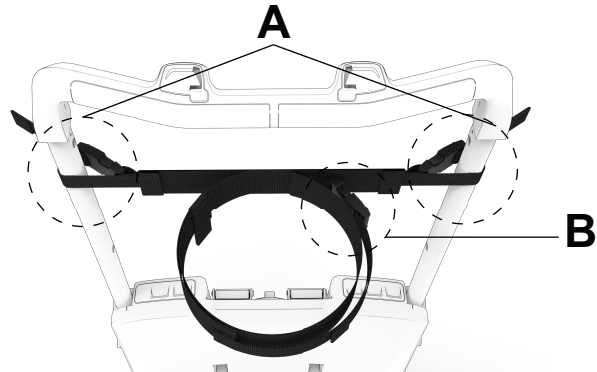

Figura 30 – Ligue as fivelas de libertação lateral
1. Enrole as correias à volta da pega e ligue as fivelas de libertação lateral (A) (Figura 30).
5. Enrole as correias à volta da cabeça do doente e ligue a fivela de libertação lateral (B) (Figura 30).